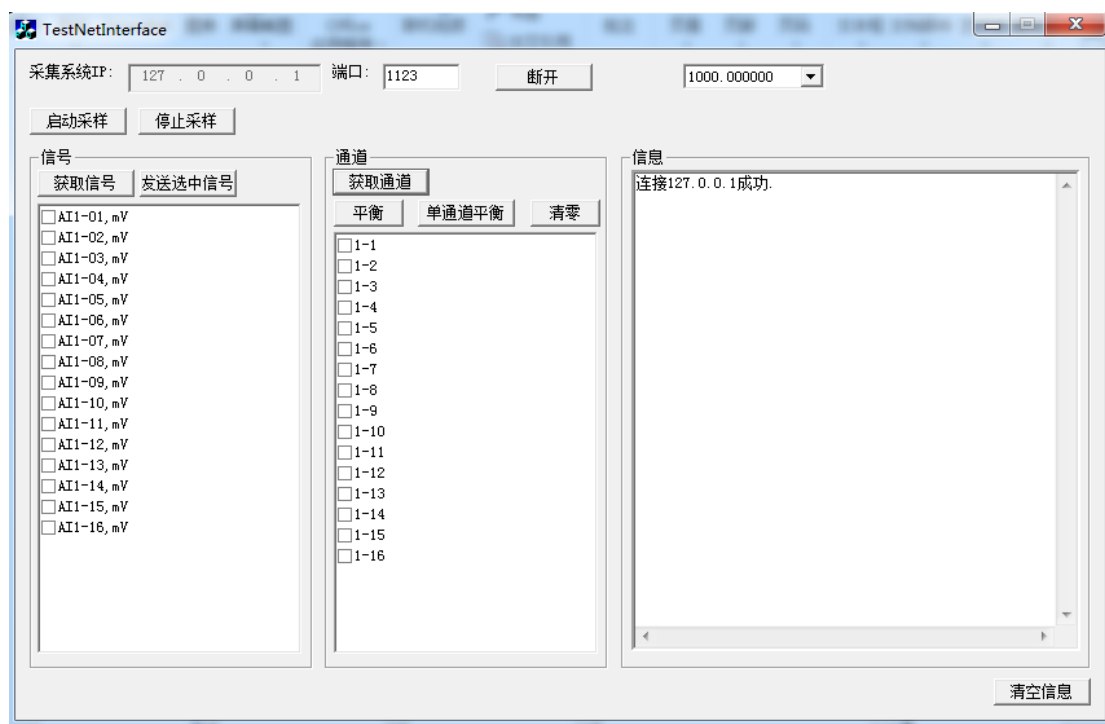

图 13 成功获取信号
4、连接成功后可以获取信号、获取通道，进行平衡采样等操作，如图 13 所示。